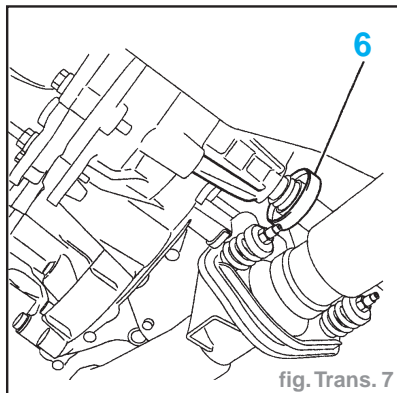

fig. Trans. 7
- récupérer le déflecteur (6) (fig. Trans. 7)